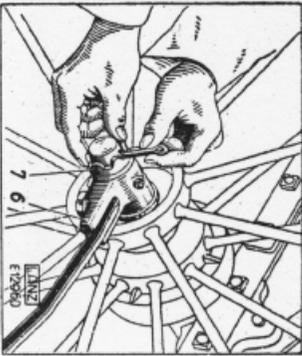

Bild 5. Äußere Gabelführung
- c) Äußere Gabelführungsstange „6“ (Bild 5) auf Fahrradse schieben, Ring „7“ aufsetzen und die Fahrradse versplinteln.